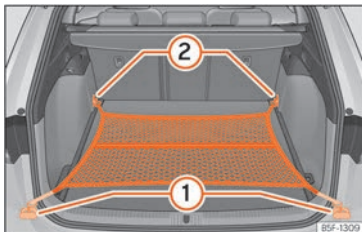

Fig. 135 En el maletero: bolsa de red enganchada a ras del suelo.
- Fije los ganchos de la red en las argollas de amarre (1) y (2) »»» fig. 135 »»» ⚠. La cremallera de la bolsa tiene que quedar hacia arriba.